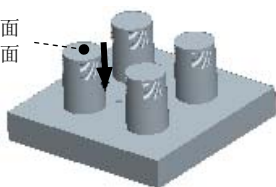

图 25.25 定义草绘平面
(1) 定义草绘截面放置属性。选取图 25.25 所示的面为草绘平面,接受默认的箭头方向为草绘视图方向,单击 **Okay (确定)** 命令,在系统弹出的 **SKET VIEW (草绘视图)** 菜单中单击